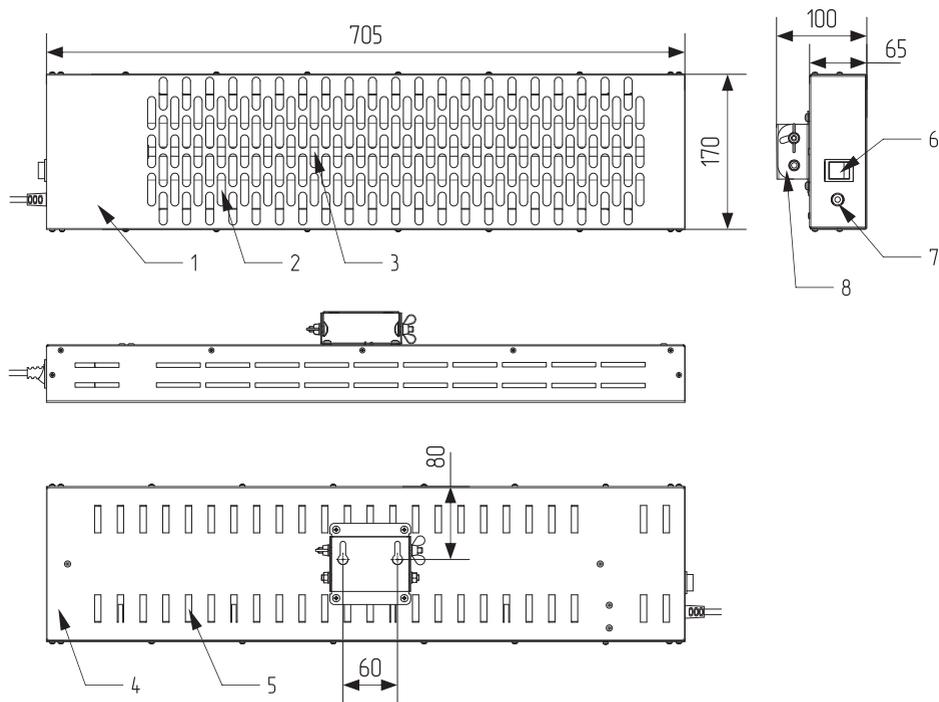

Рисунок 1. Габаритный чертёж и элементы конструкции электрического обогревателя «Пихта» СБИ-1000.
5.1. Обогреватель (см. рис. 1, 2) представляет собой металлический корпус, состоящий из передней панели (1), защитной решётки (2) и задней панели (4). Внутри корпуса на шасси расположен нагревательный элемент (3) – трубка из кварцевого стекла, внутри которой расположена нагревательная спираль. За нагревательным элементом имеется отражающий экран. На боковой поверхности корпуса расположены рокерный переключатель (клавишный выключатель) с подсветкой (6) и выход шнура питания (7).
- 6.6. На стене с помощью уровня и рулетки (линейки) следует разметить отверстия для монтажа обогревателя. Размеры для разметки приведены на рис. 1, 2.